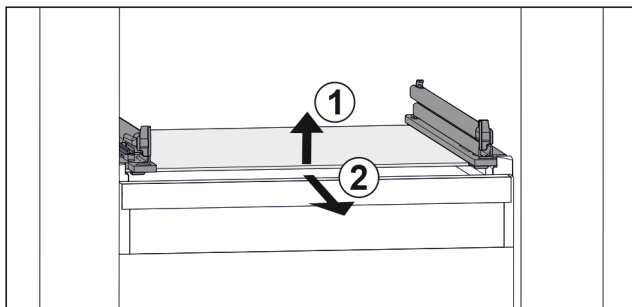

Fig. 108 Simbolična slika steklene plošče
- Steklenu ploščo dvignite v smeri naprej. Fig. 108 (1)
- Steklenu ploščo odstranite v smeri naprej. Fig. 108 (2)